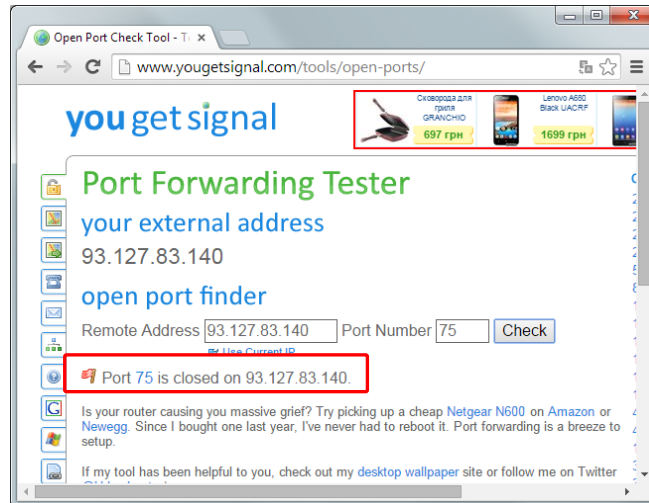

Рисунок 8.10 - Сетевой порт не доступен
12. Если при проверке Вы получили следующее сообщение, рисунок 8.10. Вам необходимо обратиться к Вашему системному администратору или к провайдеру, для того чтобы Вам открыли сетевой порт.